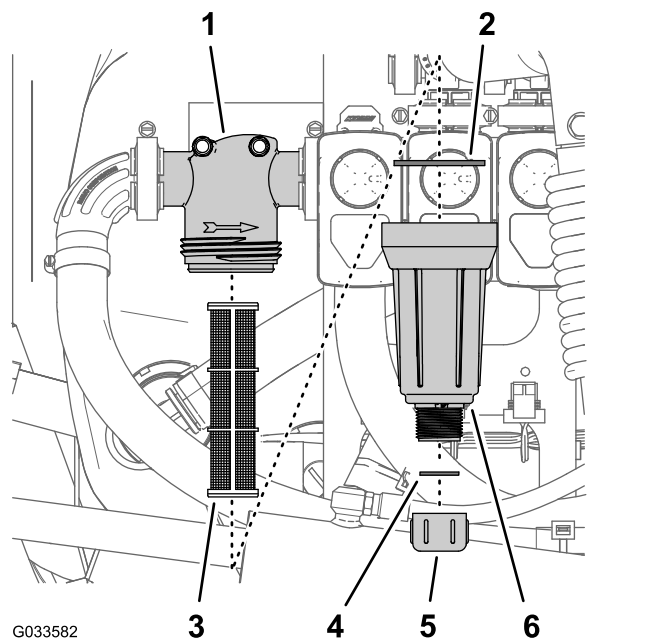

Figura 97
2. Allineate una bacinella di spurgo sotto il filtro della pressione (Figura 97).
3. Ruotate il tappo di spurgo in senso antiorario e rimuovetelo dal pozzetto del filtro della pressione (Figura 97).
4. Ruotate il pozzetto in senso antiorario e rimuovete la testa del filtro (Figura 97).
5. Rimuovete l'elemento del filtro della pressione (Figura 97).
7. Controllate la guarnizione del tappo di spurgo (situato all'interno del pozzetto) e la guarnizione del pozzetto (situato all'interno della testa del filtro) per escludere danni e usura (Figura 97).
8. Montate l'elemento del filtro della pressione nella testa del filtro (Figura 97).
9. Montate il pozzetto sulla testa del filtro e serrate manualmente (Figura 97).
10. Montate il tappo di spurgo sul raccordo nella parte inferiore del pozzetto e serrate il tappo manualmente (Figura 97).